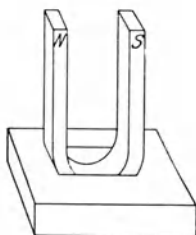

Fig. 192.
b) Stelle nun, während der Strom unterbrochen ist, den Hufeisenmagnet (Fig. 192) so auf, daß die Spule zwischen den Polen hängt.